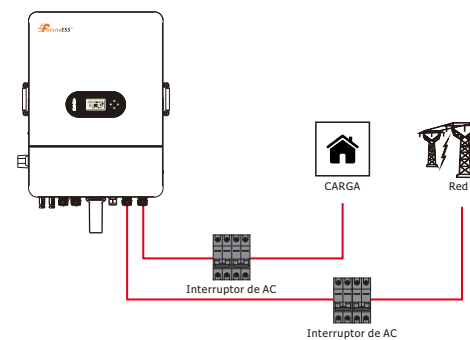

Figura 4.3-2 Conexión del interruptor de AC
1. En el lado de AC, el interruptor individual debe estar conectado entre el inversor y la red, así como a las cargas. Ver figura 4.3-2.